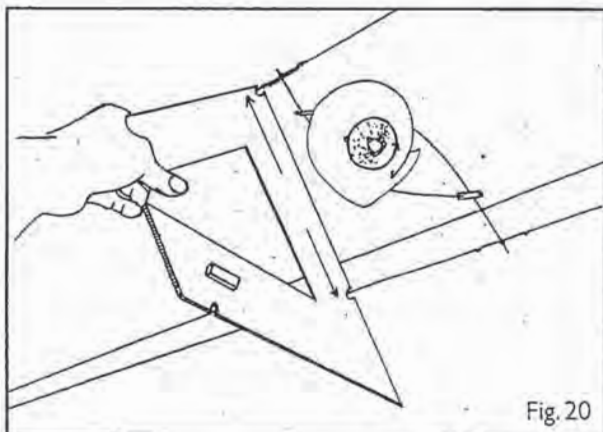
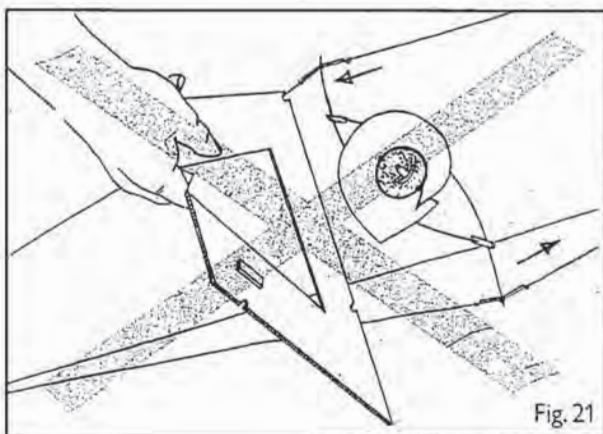

Fig. 20
Fig. 21
3. Controllate che gli elementi di illuminazione siano correttamente posizionati sui cavi usando le due tacche per misurare la distanza verticale (agli elementi) fra i due cavi. La distanza esatta è di 24 cm (fig. 20). Se la distanza tra i cavi fosse leggermente inferiore o superiore ai 24 cm, l'angolo tra gli elementi di illuminazione e i cavi può essere corretto spostando la posizione dei fermagli di sicurezza sui cavi (fig. 21).